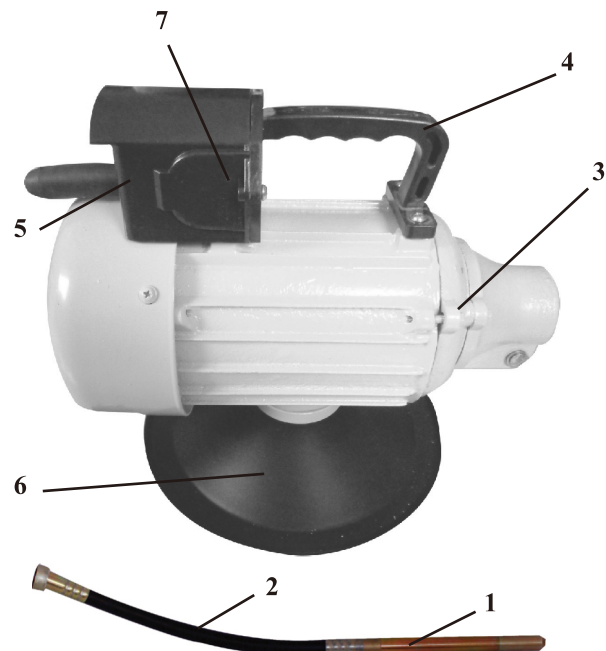

рис. 1
Общий вид* вибратора схематично представлен на рис.1
- В исправности выключателя (поз. 7; рис. 1);